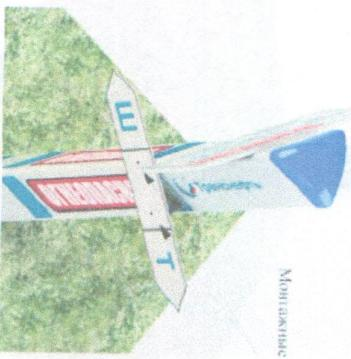

Рисунок 10 – Установка дополнительного знака «Угол поворота».
9.2.4 После этого необходимо закрепить знак заклепками на стойке (рисунок 10), совместив монтажные отверстия.